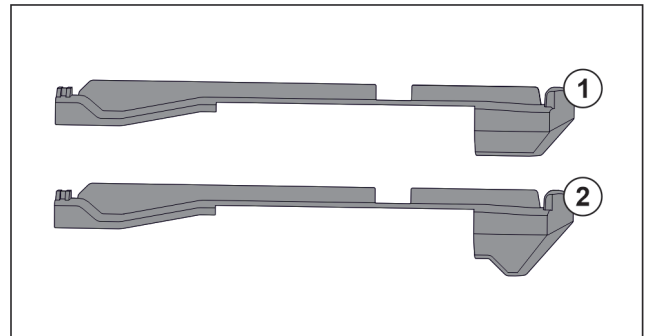

Fig. 31 Сравнение вставных частей
В устройстве находятся две разные вставные части. Вставная часть над самым нижним выдвижным ящиком Fig. 31 (2) имеет треугольную кромку. Все прочие вставные части Fig. 31 (1) имеют прямую кромку.
- ▶ Установите вставную часть Fig. 31 (2) с треугольной кромкой над самым нижним выдвижным ящиком.
- ▶ Установите вставную часть Fig. 31 (1) с прямой кромкой на все прочие места.